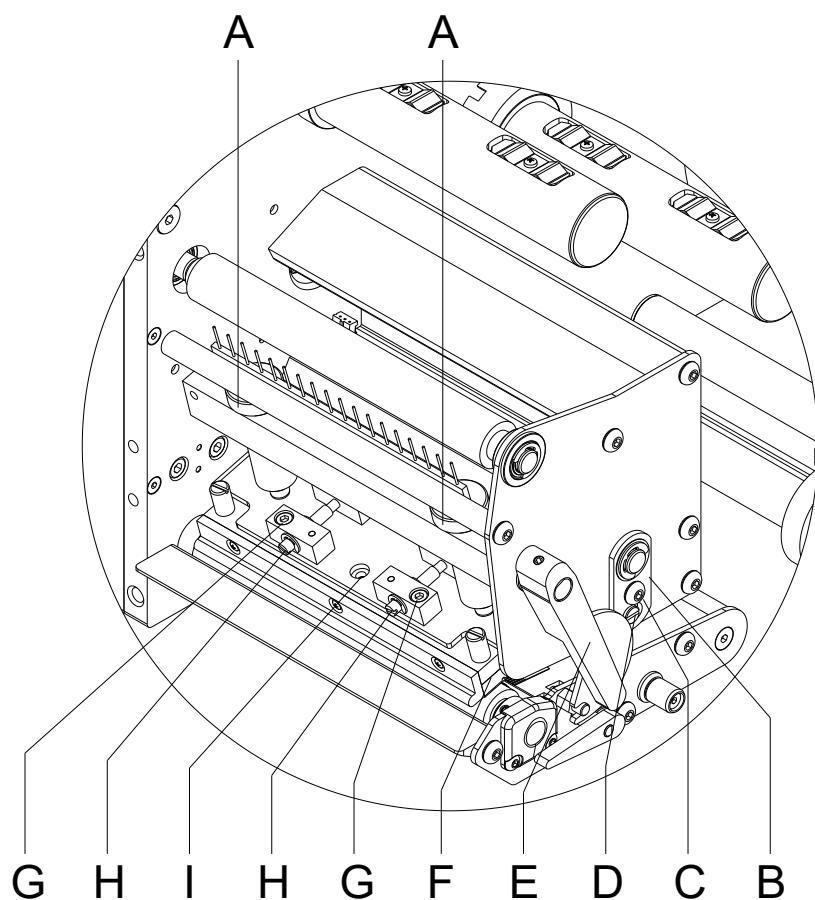

Figura 29
È possibile modificare la pressione della testina mediante le viti (A, Figura 29) sul lato esterno ed interno della testina di stampa. Aumentando la pressione della testina di stampa si ottiene un miglioramento dell'annerimento dell'immagine di stampa sul lato corrispondente e dello scorrimento del nastro nella direzione corrispondente.
Se dopo avere impostato il parallelismo la stampa non risulta uniforme sull'intera larghezza delle etichette, è possibile effettuare un'equilibratura mediante il pannello di regolazione (B, Figura 29).
1. Allentare la vite (C, Figura 29) di circa $\frac{1}{4}$ di giro.
2. Ruotare i bulloni eccentrici (D, Figura 29) per creare un'equilibratura di stampa e registrarli fino ad ottenere un'immagine di stampa uniforme.
3. Serrare di nuovo la vite (C, Figura 29).
1. Ruotare i bulloni reggispinta (A, Figura 29) per modificare la pressione della testina di stampa.
2. Ruotando i bulloni reggispinta (A, Figura 29) in senso orario fino al fermo si crea un aumento della pressione di 10 N rispetto all'impostazione di fabbrica.
3. Ruotando i bulloni reggispinta (A, Figura 29) in senso antiorario di un giro esatto dal fermo destro si ritorna all'impostazione di fabbrica.